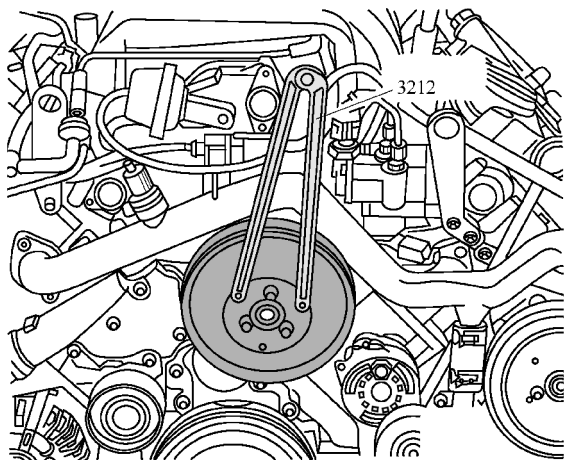

图 1-5-6 从冷却液泵上取下多楔带轮
(2) 如图 1-5-6 所示，松开螺栓时用双孔螺母扳手 3212 作为固定支架，从冷却液泵上取下多楔带轮。